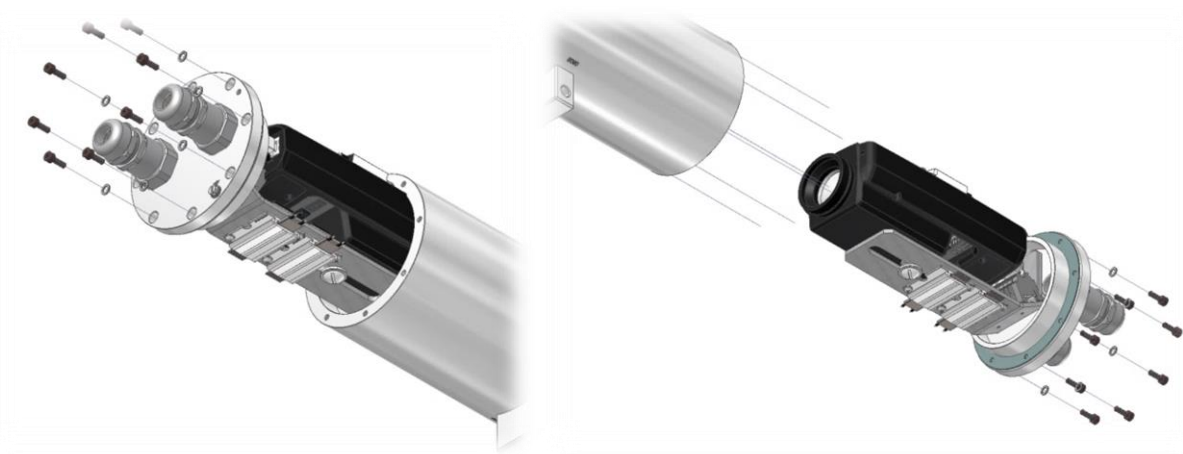

Abb.6-4: Öffnen der ExCam T08-VAx.x.x.x
- Der Kabel- und Zuleitungsflansch ist vorsichtig und äußerst lotrecht nach hinten herauszuziehen (vgl. Abb.6-4). Es besteht Gefahr durch Verkantung! Durch entstehenden Unterdruck kann das Entfernen des Flansches ggf. schwerfällig sein